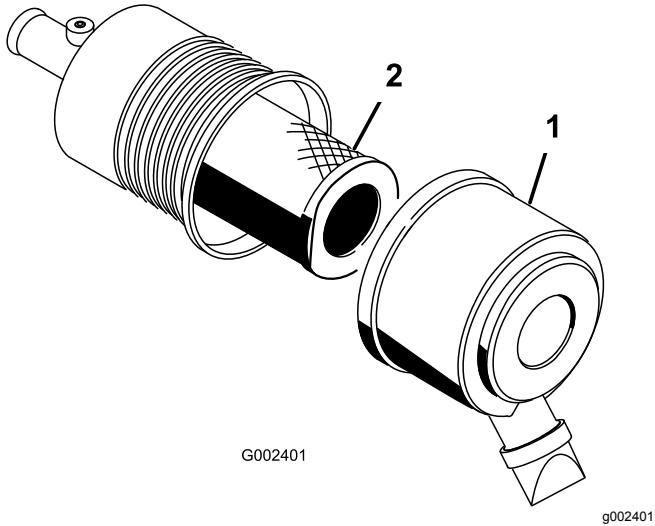

图33
1. 松开空气滤清器上的搭扣并将空气滤清器盖从其壳体中拉出 图33。
3. 将滤清器轻轻从空气滤清器壳体中滑出 图33。
5. 小心地将滤芯滑到壳体管上方 图33。
6. 安装空气滤清器盖侧面朝上用闩锁固定 图33。